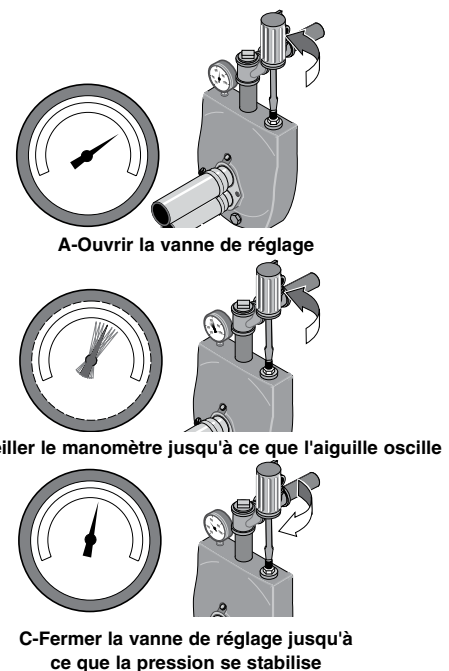

Figure 14 : Régler la vanne de réglage
- 5 ° Lorsque la pression s'est accumulée et stabilisée à environ 50 lb/po², ouvrir lentement la vanne de réglage (voir la Figure 14) et laisser chuter la pression jusqu'à ce que l'aiguille du manomètre commence à osciller. Pendant que l'aiguille oscille, fermer suffisamment la vanne de réglage pour arrêter l'aiguille d'osciller (voir la Figure 14). La pompe fonctionne maintenant à son point le plus efficace.